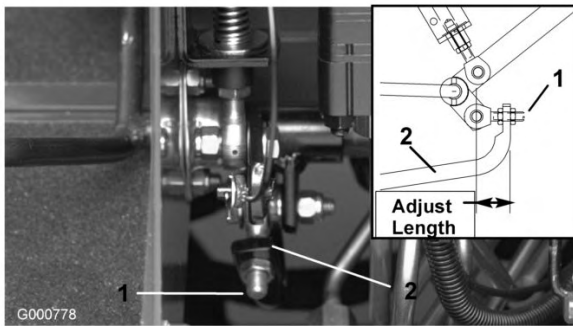

Figura 71
4. Ajuste las contratueras del extremo de la varilla de la bomba con objeto de desplazar el tubo de control de la bomba hacia adelante para eliminar el movimiento de la máquina hacia adelante, o hacia atrás para eliminar el movimiento hacia atrás (Figura 71).